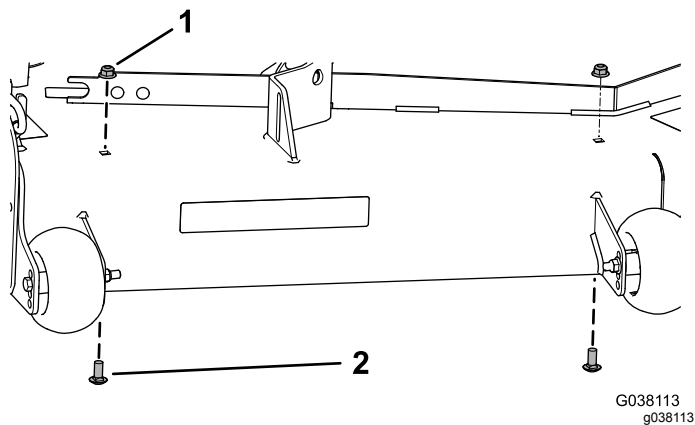

Figure 15
1. Retirez les 2 écrous à embase (3/8") et les 2 boulons de carrosserie (3/8" x 7/8") existants du plateau de coupe (Figure 15).